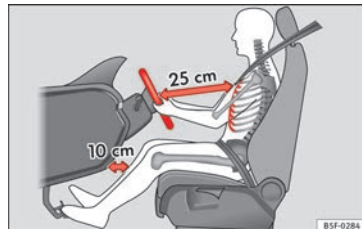

Fig. 71 Distance correcte entre le conducteur et le volant.
- Réglez le volant de sorte que la distance entre celui-ci et votre cage thoracique soit d'au moins 25 cm » fig. 71.
- Réglez le siège du conducteur de manière à laisser une distance minimale de 25 cm entre votre cage thoracique et le centre du volant » fig. 71. Si la distance est inférieure à 25 cm, le système d'airbags ne peut pas vous protéger correctement.